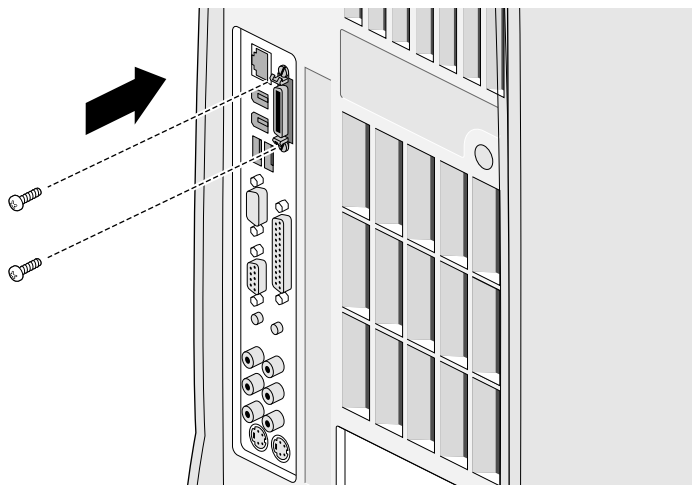

図 5-10 フラットパネルオプションカードへのネジの取り付け
11. ネジを締めて、オプションカードを本体に固定します (図 5-10)。